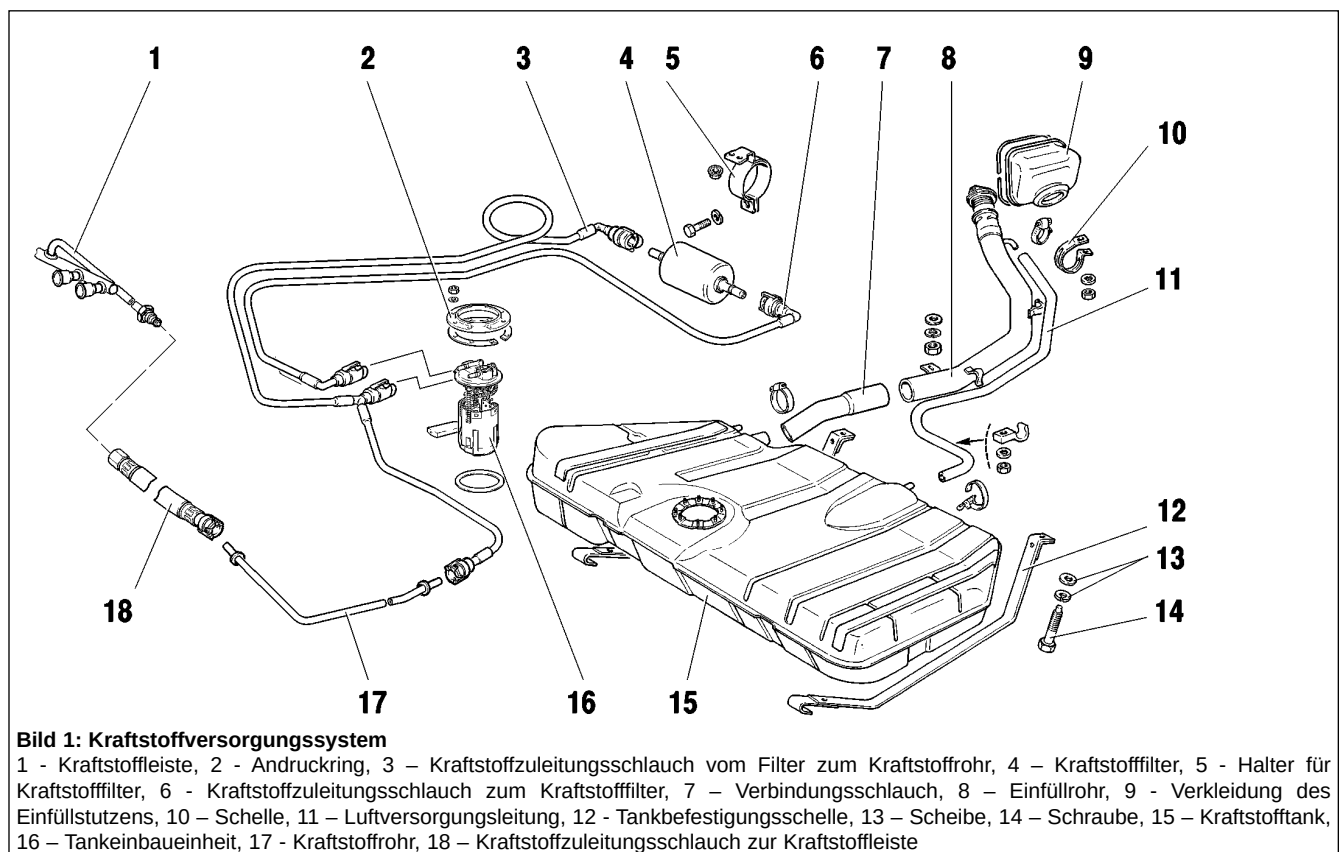

Bild 1: Kraftstoffversorgungssystem
Der Kraftstoff wird aus dem Kraftstoffbehälter 15 (Bild 1), der unter dem Boden im Bereich des Rücksitzes montiert wird, gefördert. Der Kraftstoffbehälter wird aus Stahlblech durch Tiefziehen gefertigt. Der Einfüllstutzen ist mit dem Kraftstoffbehälter mit einem Gummischlauch, der mit Schellen befestigt ist, verbunden. In einigen Ausstattungen wird unter dem Kraftstoffbehälter 15 ein Schutzblech angebracht.
- Elektrische Leitungen von der elektrischen Kraftstoffpumpe 16 trennen (siehe Bild 1).